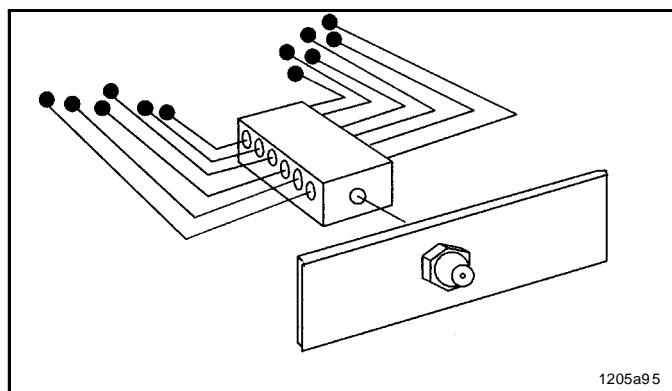

Fig. 12 Punto di lubrificazione centralizzato
- I distributori progressivi Quicklub permettono di raggruppare più punti di lubrificazione di una macchina in un unico o in più punti di lubrificazione centralizzati (come nel principio basilare illustrato nella fig. 12).